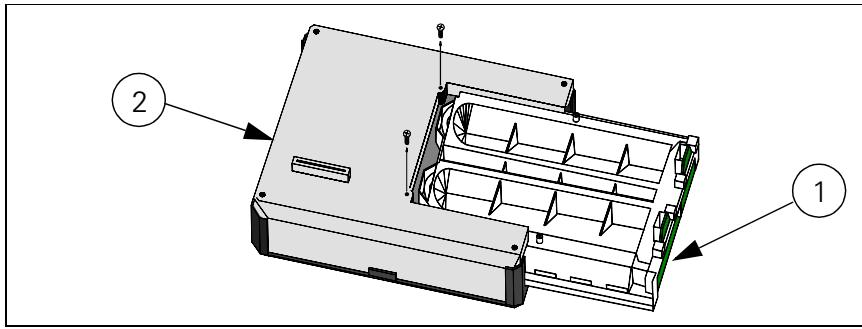

Abbildung 3-12 Ausbau/Einbau der Hintergrundsbeleuchtung aus der/in die LCD-Bildschirmeinheit
Siehe Abbildung 3-11 und Abbildung 3-12 auf Seite 56.
In den Monitoren SC 6000P und SC 6002 befindet sich die Hintergrundsbeleuchtung in der LCD-Bildschirmeinheit. Sie wird an Führungs schienen im vorderen Gehäuse ausgerichtet und vom Kühlkörper an ihrem Platz festgehalten. Sie besteht aus zwei Hochspannungs Neonröhren (siehe ① in Abbildung 3-12), die als eine Baugruppe (Hintergrundsbeleuchtung) hinter der LCD-Anzeige in die Bildschirmeinheit eingeschoben werden (siehe ② in Abbildung 3-12).
- 3) Entfernen Sie die zwei Schrauben ③, die die Hintergrundsbeleuchtung mit der Bildschirmeinheit befestigen, und legen Sie sie zur Seite.
- 4) Heben Sie die rechte Seite der Bildschirmeinheit gerade soweit aus dem vorderen Gehäuse, daß sich die Hintergrundsbeleuchtung herausnehmen läßt. Siehe Abbildung 3-12.
Siehe Abbildung 3-12.